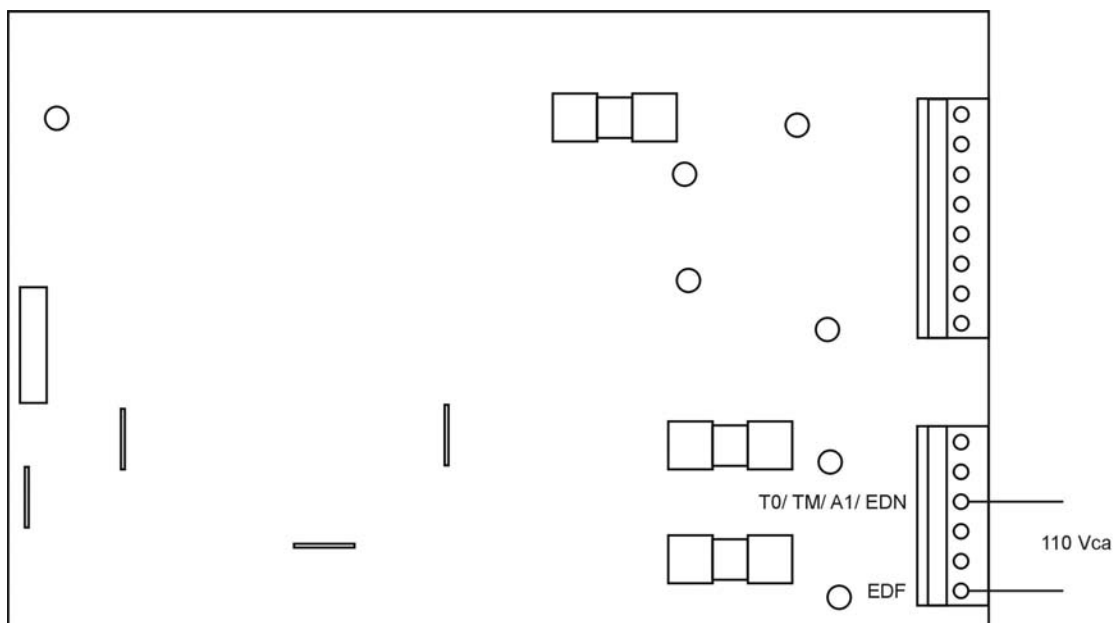

Figura 14
- Fuente de 110 Vca, máximo 2 A, entre los bornes EDF y EDN (Figura 14).